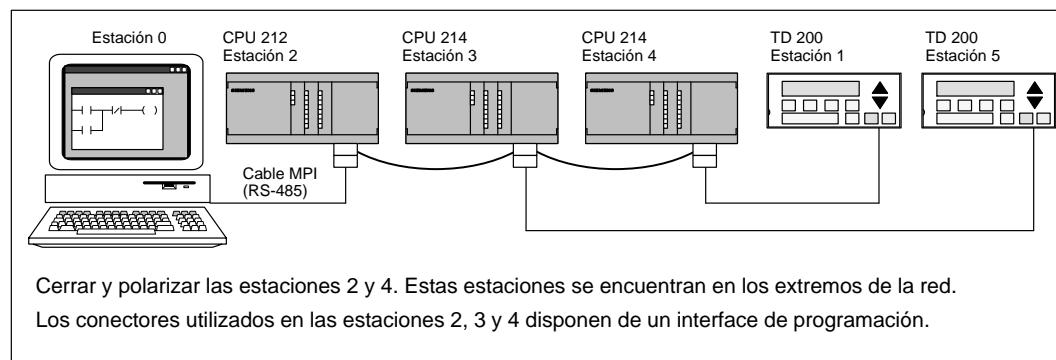

Figura 9-8 Utilizar una tarjeta MPI o un CP para la comunicación con CPUs S7-200
Una tarjeta de interface multipunto (tarjeta MPI) o un procesador de comunicaciones (CP) permite crear numerosas configuraciones. Una estación donde se ejecute el software de programación STEP 7-Micro/WIN (PC o PG con tarjeta MPI o CP) se puede conectar a una red que incorpore varios maestros. (Ello es aplicable también al cable PC/PPI si se han habilitado varios maestros). Los maestros pueden ser también paneles de operador y visualizadores de textos (TD 200). La figura 9-8 muestra una configuración con dos visualizadores de textos TD 200 que se han incorporado a la red.